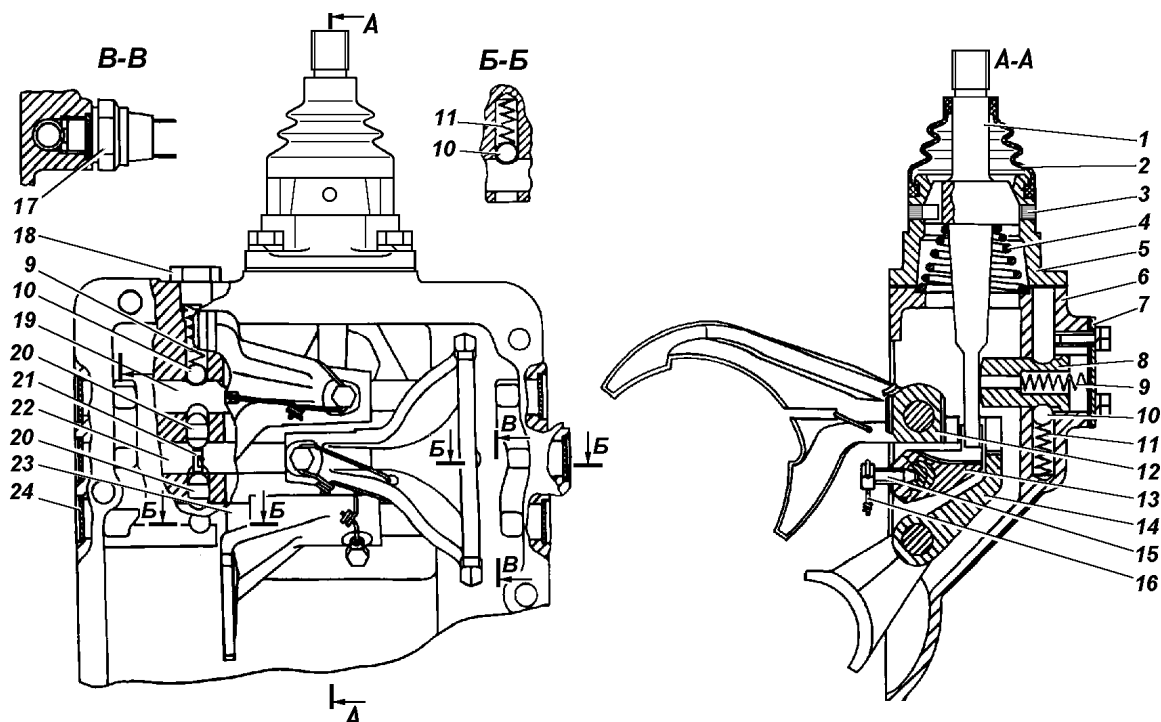

Рис. 6.59. Механизм переключения передач четырехступенчатой коробки:
Разборка механизма переключения (рис. 6.59)
1. Установите в гнездо пружину 11 (см. рис. 6.59) и шарик 10 фиксатора предохранителя.
8. В отверстие фиксатора штока I и II передач заложите шарик 10 (см. рис. 6.59), пружину 9 и заверните пробку 18, предварительно нанеся на резьбу герметик. Имейте в виду, что пружина 9 фиксатора штока I и II передач в свободном состоянии длиннее двух других пружин фиксаторов штоков.